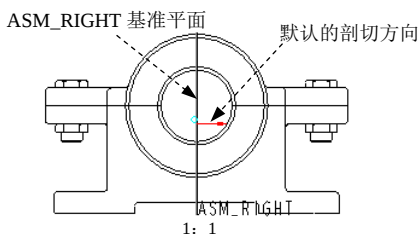

图 3.12.38 定义剖切方向
(1) 双击主视图，系统弹出“绘图视图”对话框。
(2) 选取类别区域中的 截面选项，在截面选项区域中选中 2D 横截面单选项，将模型边可见性设置为 总计，然后单击 按钮，在名称下拉列表选取剖截面 A（A 剖截面为偏距截面，在零件模型环境中已创建），在剖切区域下拉列表框中选取 半倍选项。
(3) 在图形区选取“ASM_RIGHT”基准平面，此时视图如图 3.12.38 所示，采用系统默认的剖切方向。